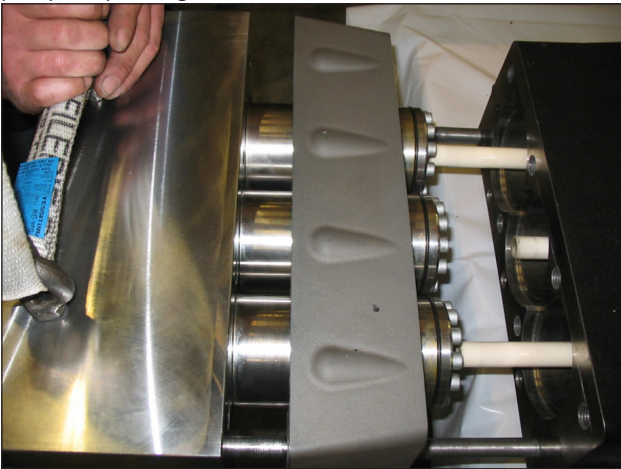

Fig. 109
Désassembler la tête et l'entretoise des chemises du carter de pompe (rep. ①, Fig. 109).